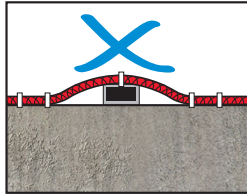

fig. 3
- Le manchon thermo-rétractable est posé centré sur le raccordement entre le tuyau en PVC et le SikaFuko® ECO-1 et chauffé à l'aide d'un pistolet à air chaud (Leister Triac S ou un outil similaire). Le manchon se rétrécit et maintient le raccordement en place. (fig. 3)
- Le tuyau d'injection ne doit pas être fixé aux barres d'armature. Le tuyau d'injection doit être posé à plat sur la surface du béton sur toute sa longueur et doit être conduit de sorte à ne pas être tordu ni déformé. (fig. 3)